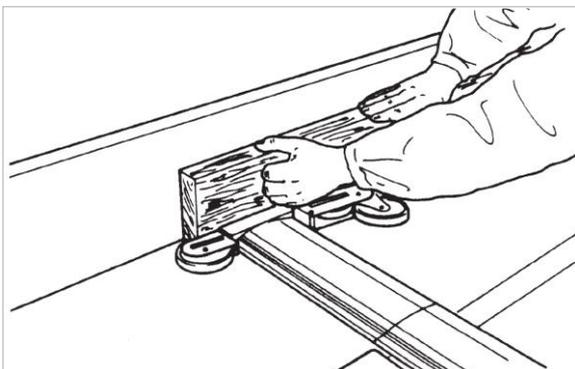

Figure 9 : rabotage des bords de pièces de hauteur < 75 mm
- Lors de l'avance de la pièce contre la butée, le pont s'éloigne de la butée jusqu'à 100 mm maximum (voir ⇒ Figure 9). Après l'usinage, le pont revient automatiquement à sa position initiale.